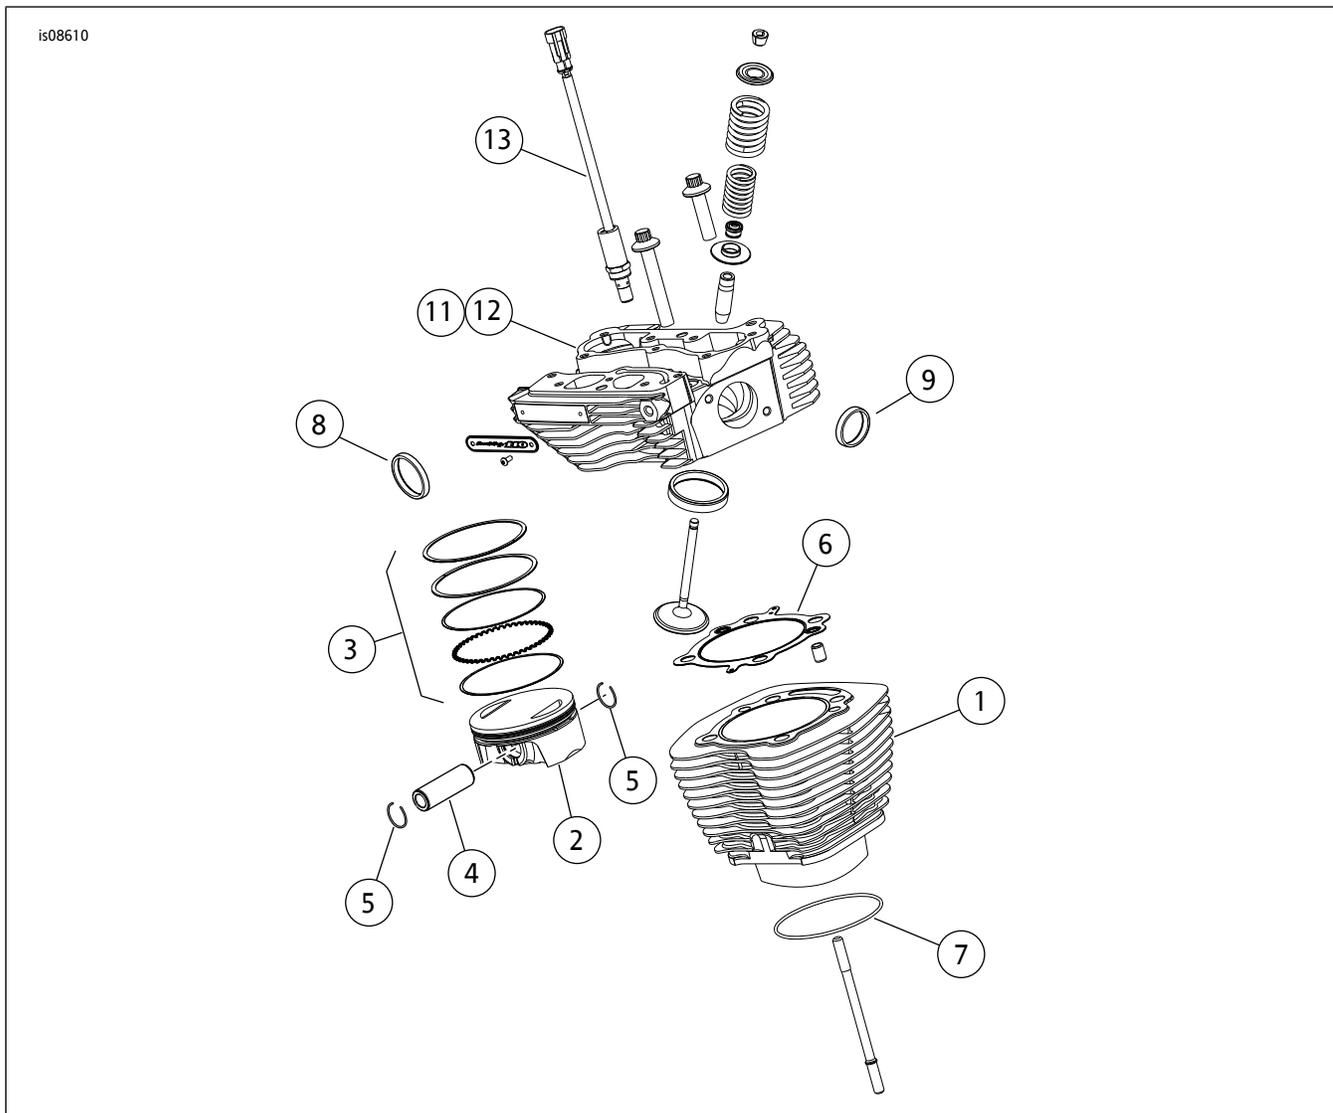
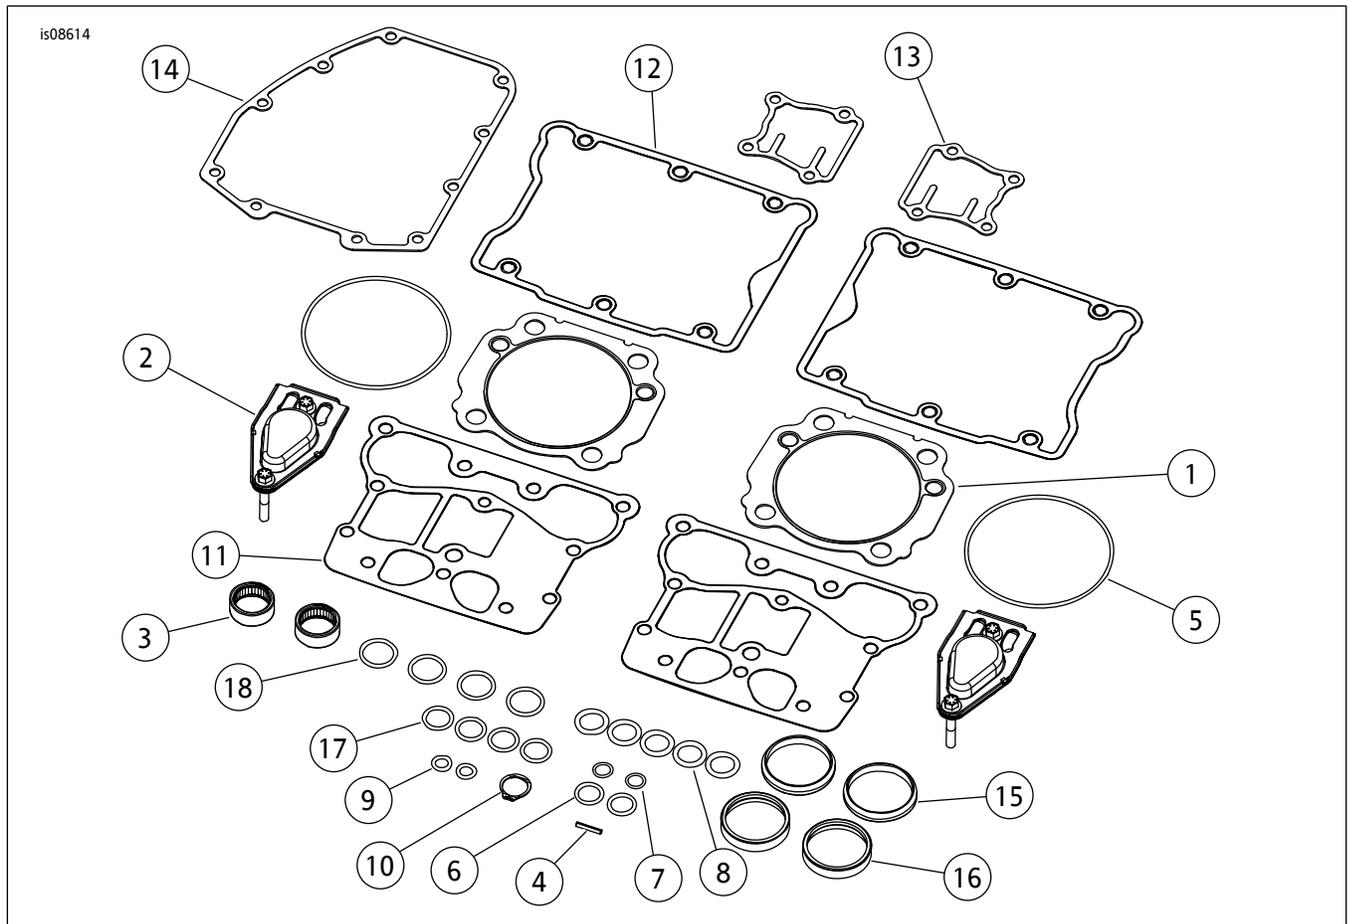

图1。维修零件：Screamin' Eagle TwinCam 110(1800立方厘米)转换套件螺栓连接式转换套件
图4. 维修零件: Screamin' Eagle TwinCam 110(1800立方厘米)螺栓连接式转换套件
参见图1至图4以及表1至表4。
2. 参见图1至图4。参见维修手册。使用套件中的零件, 将凸轮组装配至凸轮盘和发动机顶端部件。